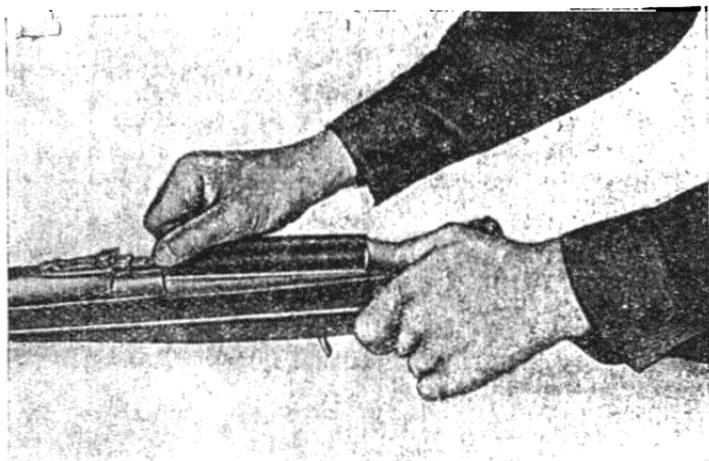

Рис. 41. Снимание крышки с карабина.
6. Снять крышку коробки: обхватив крышку в передней ее части пальцами правой руки, продвинуть ее вперед до отката и, придерживая левой рукой возвратную пружину, снять крышку, поднимая ее вверх. Возвратную пружину плавно отвести назад до упора стержня возвратной пружины в заднюю стенку коробки (рис. 41).